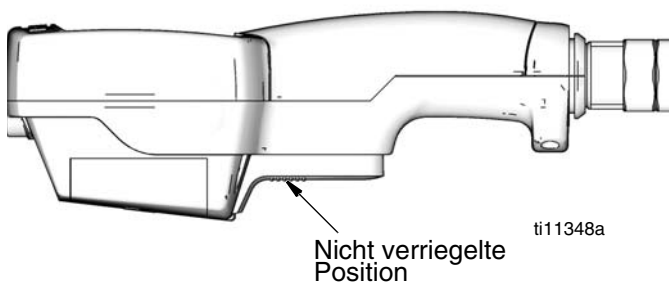

ABB. 21
**Zum Entriegeln des Abzugs (ABB. 21)**, auf den glatten Teil des Abzugs drücken, bis er aus der verriegelten Position ausrastet. Beim Entriegeln des Abzugs stoppt der Materialaustritt.